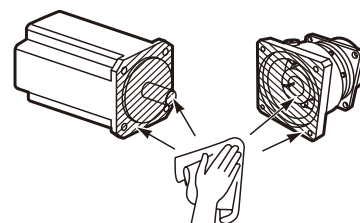

図 F1
- （１）モータ軸と減速機フランジ面の防錆剤・油分などをふき取ってください。（図 F1）
- （２）カップリング③が真上になるように減速機を適当な台の上に置いてください。
- （３）セット用孔の栓①を取り外してください。
- （４）セット用孔①からカップリング締付ボルト②が締め付けられるように、手回しで位置を合わせてください。
- （５）カップリング③の中心孔にモータ軸を挿入して垂直に押し込み、モータとアダプタープレート④のインロー部をはめ合わせてください。